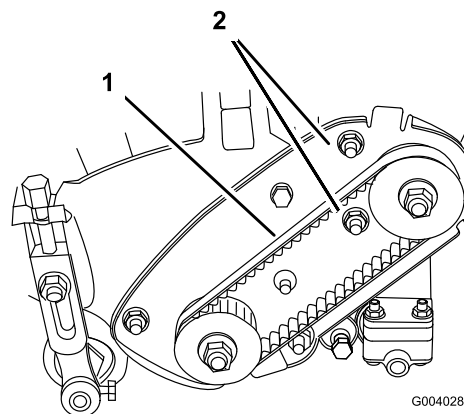

Figura 39
- A. Afloje las tuercas de montaje del alojamiento del cojinete (Figura 39)
- C. Sin variar el ajuste de la llave dinamométrica, apriete las tuercas de montaje del alojamiento del cojinete (Figura 39). No tense demasiado la correa.